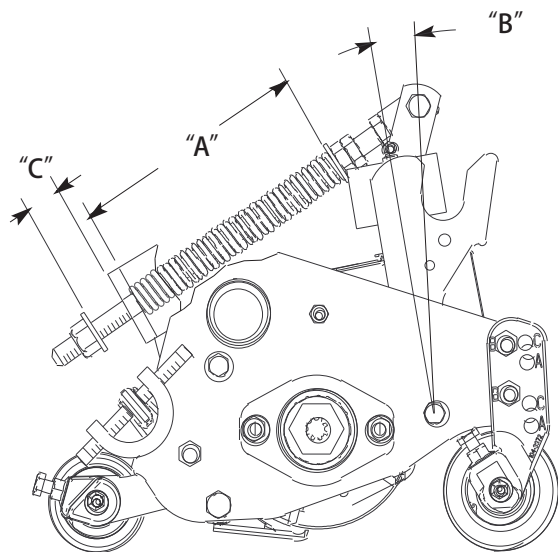

図 12
ターフ補正スプリング (図12) は、キャリアフレームとカッティングユニットをつないでおり、前後の揺れの大きさを調整する働きと、移動走行中や旋回動作中の地上高の調整を行っています。
1. スプリング・ロッド後部についているロックナットを締めてスプリングを縮め、スプリング・ブラケット後部とワッシャ前部とのすきま C を 32 mm に調整する (図12)。
2. スプリング・ロッド前部についている六角ナットを締めてスプリングを縮め、スプリングが押し縮められた長さ (A) が 328 mm になるように調整する (図12)。